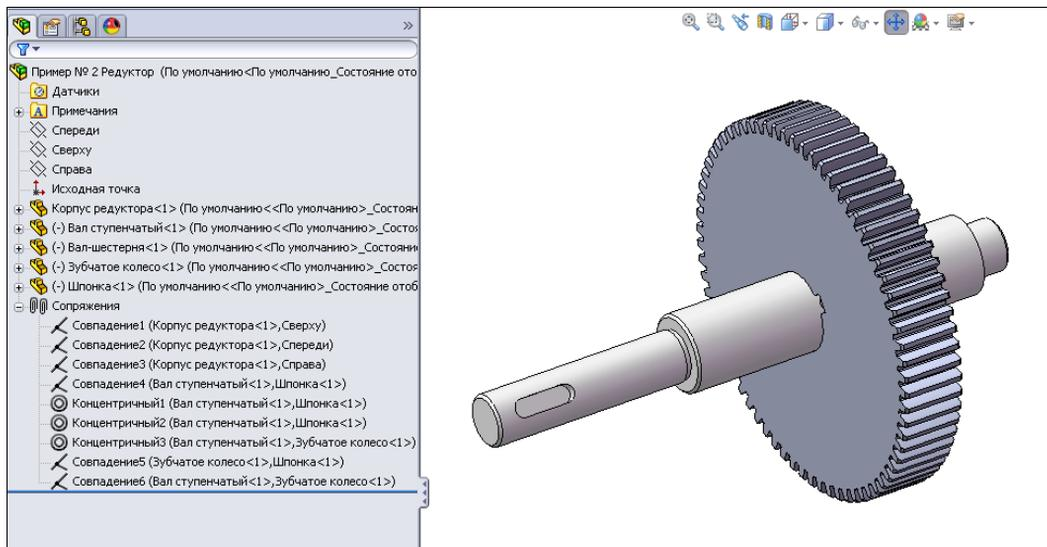

Рис. 6.32
- Поместим зубчатое колесо на ступенчатый вал. Для этого достаточно задать три сопряжения: концентричность — для внутреннего отверстия зубчатого колеса и наружной поверхности вала; совпадение — для плоских боковых граней шпонки и шпоночного паза колеса; совпадение — для торцевых поверхностей зубчатого колеса и бурта вала (рис. 6.32).